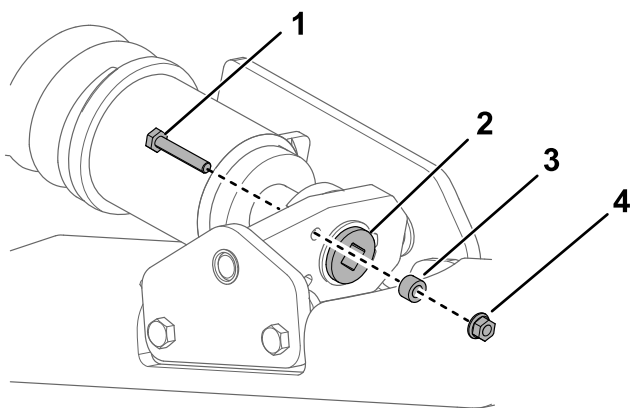

Bild 57
4. Entfernen Sie die Befestigungsschraube, Distanzstück und Mutter (**Bild 57**).
6. Fluchten Sie die am nächsten liegende Kerbe in der Spannschraube mit dem Loch der Befestigungsschraube aus und befestigen Sie die Schraube mit der Befestigungsschraube und Mutter (Bild 57).
7. Entfernen Sie die Befestigungsschraube, Distanzstück und Mutter (Bild 57).
8. Lösen Sie die Antriebsspannung mit einer Ratsche ($\frac{1}{2}$ "), indem Sie die Spannschraube nach rechts drehen (Bild 57 und Bild 61).